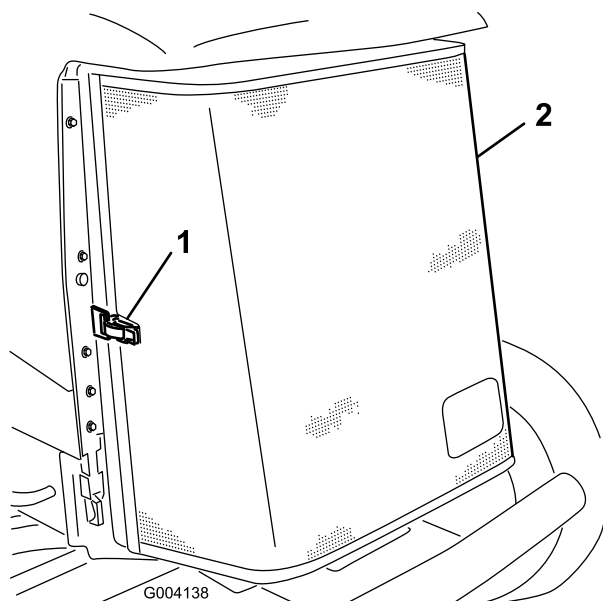

Figura 61
3. Desprenda a braçadeira e articule para abrir o painel traseiro (Figura 61).